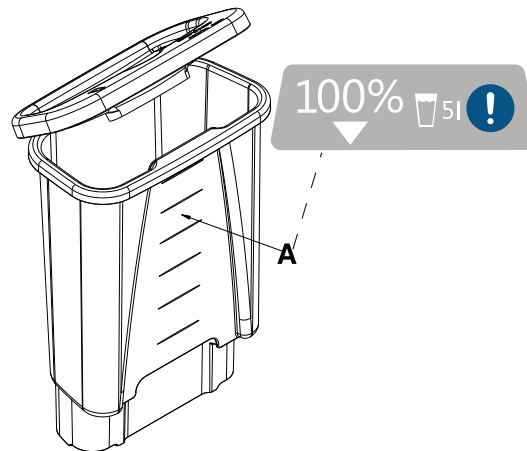

Figura 5-16: Linhas de enchimento do reservatório
- Encha o reservatório com cinco litros de água destilada estéril. Não passe da linha de enchimento superior para evitar que a água transborde (Figura 5-16 na página 5-30).